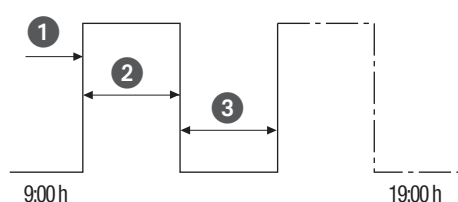

Fig. 33: Conexión por ciclo
- (Fig. 33/①) Hora de inicio
- (Fig. 33/②) Duración ON = conexión ON
- (Fig. 33/③) Duración OFF = conexión OFF